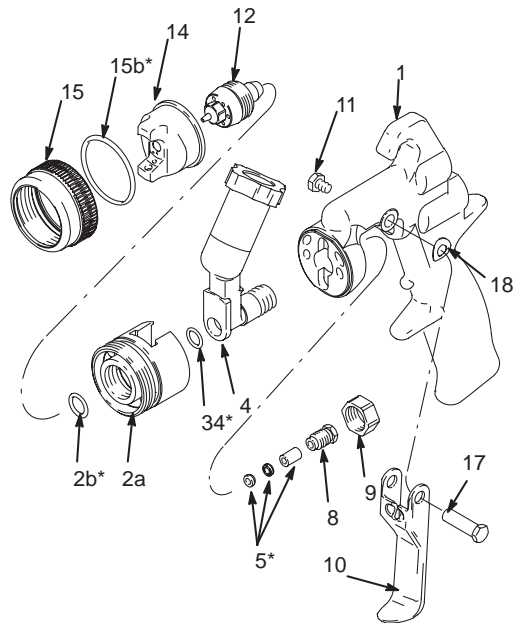
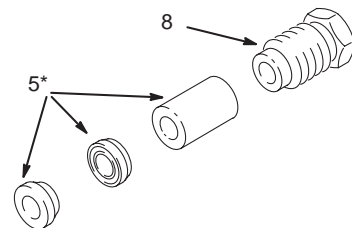

Fig. 23
Fig. 24
1. Mit dem Gehäuse (2a) getrennt vom PPS-Anschluß (4), benutzen Sie einen nicht metallischen Stift, um den Dichtungsring (2b) aus dem Gehäuse (2a) zu holen. Seien Sie vorsichtig, dass Sie dabei nicht die Oberflächen beschädigen.
2. Entfernen Sie die O-Ring Dichtung (34) vom PPS-Anschluß (4). (Siehe Abb. 23) Bemerkung: Dichtungsring (2b) ist ein wenig größer als O-Ring (34)
3. Setzen Sie einen neuen O-Ring (34) in den PPS-Anschluß (4). Setzen Sie einen neuen Dichtungsring (2b) in das Gehäuse (2a). Bemerkung: Um das Einsetzen zu erleichtern, setzen Sie den PPS-Anschluß (4) ans Gehäuse an. Setzen Sie ein Ende des O-Rings in die Kerbe im Gehäuse und drücken Sie dann den Ring komplett in Position.
4. Lösen Sie die Stopfbuchse (8) vom PPS-Anschluß (4) mit dem Pistolenschlüssel (28)
5. Mit einem Stift drücken Sie nun die drei Stopfbuchsen (5) aus dem PPS-Anschluß (4). Seien Sie vorsichtig, dass Sie dabei die Dichtungen nicht beschädigen. Überprüfen Sie den Zustand und entsorgen Sie die defekten/gebrauchten Stopfbuchsen.
6. Setzen Sie die neuen Stopfbuchsen (5) und die Stellschraube (8) auf die Farbnadel (13). (Siehe Abb. 24 für die genaue Anordnung der Teile.